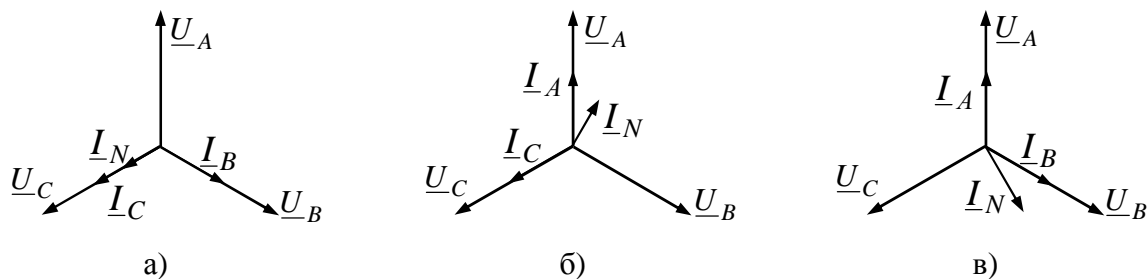

Рис. 4.20
**4.39.** З векторних діаграм, поданих на рис. 4.20, *a* – *в*, для навантаження трифазної чотирипровідної мережі, визначити в загальному вигляді вектори струмів у фазах *A*, *B* та *C*.